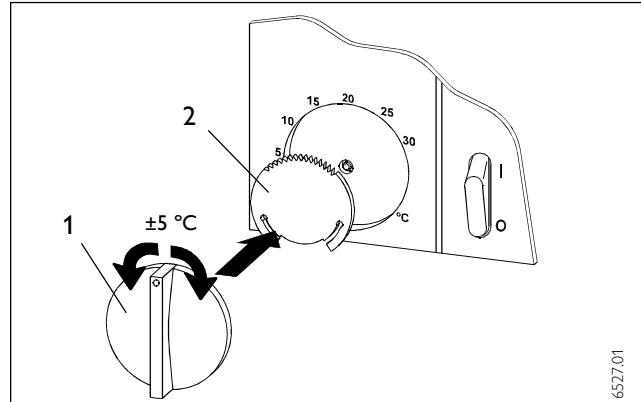

Abb. 2 / Fig. 2 / Afb. 2
Zur Abstimmung auf ein im Raum befindliches Thermometer wird die Kappe (Abb. 2, Pos. 1) des Drehknopfes abgezogen und um den entsprechenden Versatz wieder auf die Justierscheibe (Abb. 2, Pos. 2) gesteckt. Die Werkseinstellung liegt wieder vor, wenn beide Teile so gesteckt sind, daß die Justagestriche auf der Unterseite des Drehknopfes auf einer Linie liegen.
To synchronise the thermostat with the thermometer, the cap (Fig. 2, Pos. 1) of the rotary dial should be pulled off, and replaced, having made the appropriate adjustment to the adjusting disc (Fig. 2, Pos. 2). The factory-set is reached, when both parts are put on in that way that the adjustment marks on the underside of the rotary switch are situated in a line.
Si l'on souhaite établir le thermostat sur un thermomètre placé dans la pièce, il y a lieu de retirer le bouton de réglage de sa base (fig. 2, pos. 2) et de le replacer avec le décalage nécessaire. Le réglage d'usine se retrouve en faisant correspondre les deux repères des ces pièces.
Teneinde het inschakelmoment te doen overeenstemmen met de indicatie van een thermometer in de ruimte, de draaiknop verwijderen, en met de nodige verschuiving terug bevestigen (afb. 2, pos. 2). De standaardafregeling wordt opnieuw bekomen door de twee kenmerken van knop en basis terug op elkaar te zetten.